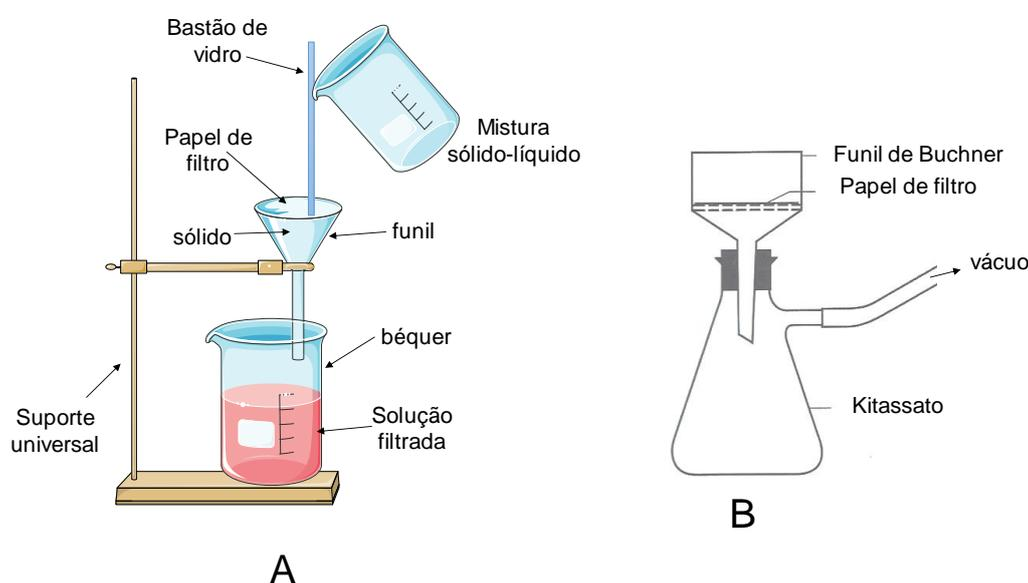

Figura 4: Esquema de filtrações simples (A - por gravidade) e a vácuo (B).
**Filtrações simples e a vácuo:** a filtração é o processo usado para a separação de uma mistura heterogênea sólido-líquido. Figura 4 representa o esquema dos dois tipos de filtração.